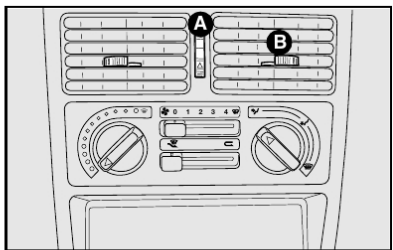

fig. 26
## DIFUSORES ORIENTÁVEIS E REGULÁVEIS figs. 26 e 27
4) Comando para regulagem da quantidade de ar nos difusores centrais **A-fig. 26**: posição difusor fechado (girar para baixo).
6) Comando para regulagem da quantidade de ar nos difusores centrais **A-fig. 26**: posição difusor fechado (girar para baixo).